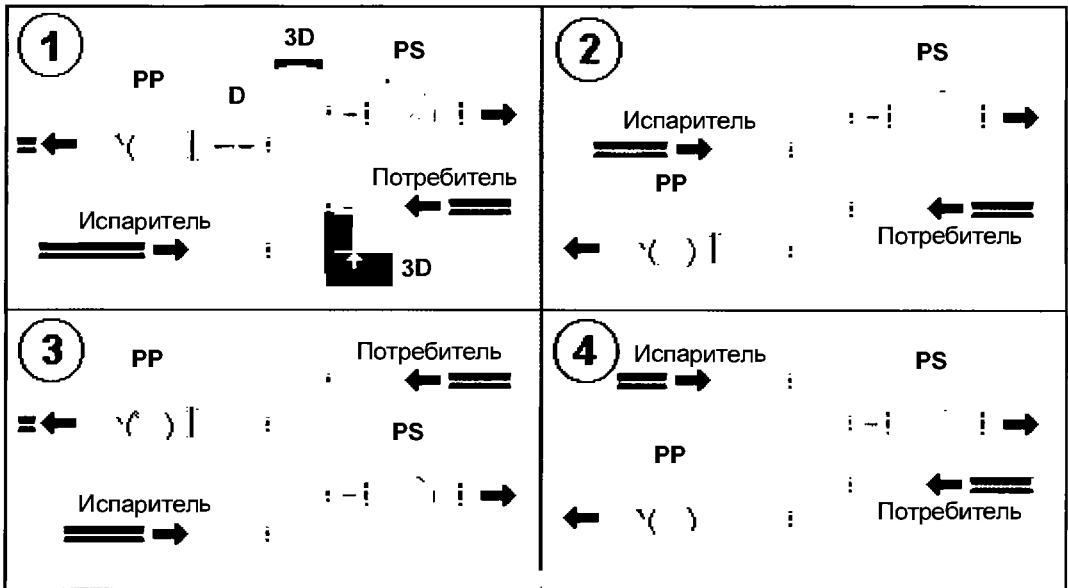

Рис. 88.7.
Вероятно, самым лучшим для подобных систем будет использование так называемого смесительного ресивера (или смесительного коллектора). В ресиверах достаточно большого диаметра скорость воды падает вплоть до ничтожно малых величин, например, до $0,1 \text{ м/с}$ (при условии выполнения “правила трех диаметров” или правила 3D, когда диаметр ресивера не меньше 3-х диаметров трубопроводов, а расстояние между входом трубопроводов и дном ресивера также не меньше 3-х диаметров трубопроводов, см. схему 1 на рис. 88.7). В результате, в таком ресивере почти отсутствуют потери давления и вы можете быть уверены в том, что давления в первичном контуре и во всех вторичных контурах выровняются: отсюда происходит и еще одно название такого ресивера – “уравнительный ресивер”.
1. Среди 4 вариантов выполнения таких врезок (см. рис. 88.7) какой из вариантов вы считаете наилучшим?
Насос вторичного контура должен всасывать воду с минимально возможной температурой, поэтому схемы 1, 2 и 4 на рис. 88.7 будут неприемлемыми.